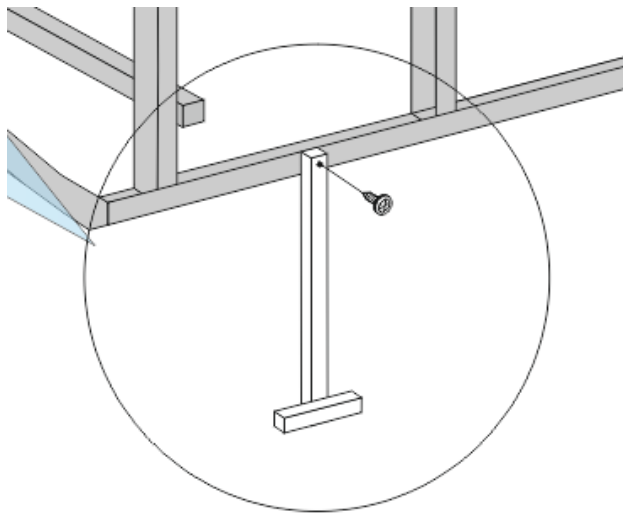

Рис. 5
5. Если беседка устанавливается на грунт, то необходимо установить грунтозацепы по краям основания под скамейками и закрепить их к каркасу кровельными саморезами 5,5x38 мм в количестве 4 шт. При установке беседки на другие поверхности предусмотрите надежное крепление основания (Рис. 5).